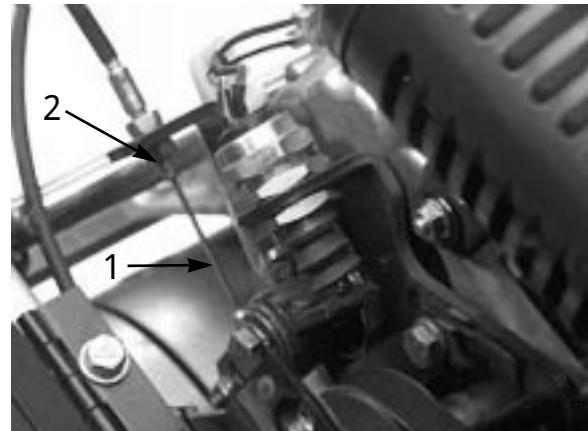

図42
3. ケーブルの張りを強くするには、前ジャムナット（図42）をゆるめ、後ジャムナットを締める。1.4～2.3kgの力で走行コントロールがつながるように調整する。力の計測はコントロール・ノブの部分で行う。